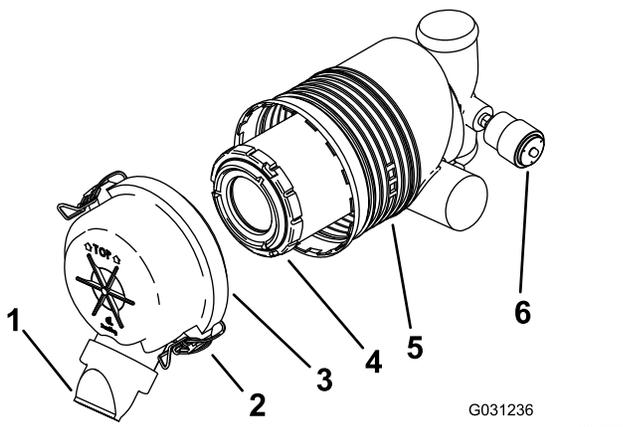

図 32
重要 エアクリーナのフィルタの交換は、インジケータが赤色になってから行ってください 図 32。早めに整備を行っても意味がありません。むしろフィルタを外したときにエンジン内部に異物を入れてしまう危険が大きくなります。
5. エアクリーナのラッチを外し、ボディーからカバーを抜き出す 図 32。
- インジケータが透明であれば、ダストカップを下に向けてエアクリーナカバーを取り付けてラッチを掛ける 図 32。
1. エアクリーナのボディから、フィルタをすずかに引き出す (図 32)。
3. 注意深くフィルタを取り付ける 図 32。
4. ダストカップを下に向けてエアクリーナカバーを正しく取り付け、ラッチを掛ける 図 32。